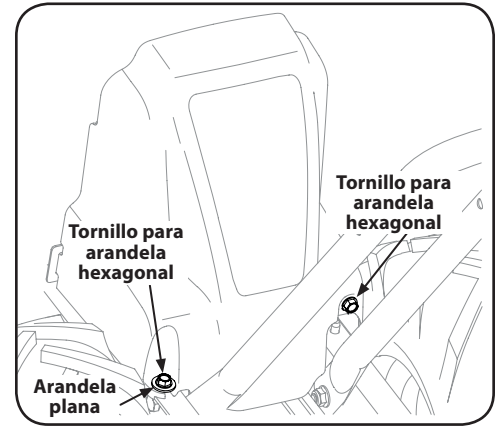

Figura 4-4
- Retire el tornillo de la arandela hexagonal ($\frac{1}{4}$ -20 x .500) y la arandela plana (.28 x .74 x .500) del lado izquierdo de la cubierta de la correa y el tornillo de la arandela hexagonal ($\frac{1}{4}$ -20 x .500) del lado derecho de la cubierta de la correa. Extraiga la cubierta de la correa. Vea la Figura 4-4.